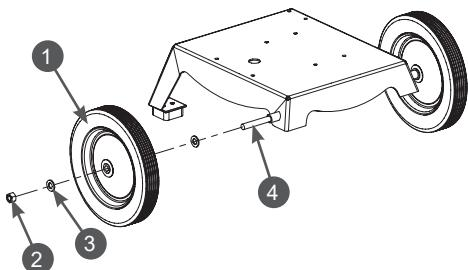

Рис. 5 Схема установка колёс
- Установите колёса на оси рамы и закрепите их гайками. Схема установки колёс показана на Рис. 5.